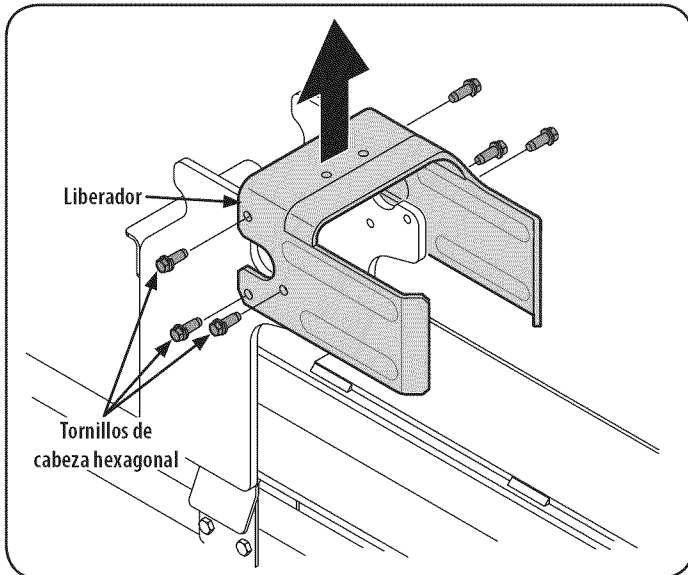

Figura 5
16. Desconecte el liberador del soporte soldado de vigueta retirando los seis tornillos de cabeza hexagonal. Vea la Figura 5.